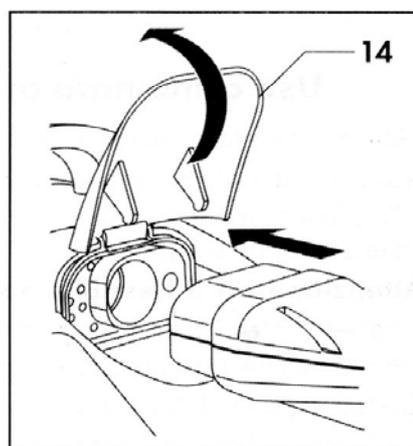

Fig. 5
- Aprire completamente lo sportello della presa accessori (14) ed inserire l'attacco rapido del tubo flessibile (19) nella presa posta sulla parte anteriore dell'apparecchio, premendo a fondo (**Fig. 5**).
- Chiudere lo sportello della presa accessori (14) sul corpo dell'attacco rapido assicurandosi che i due particolari si aggancino.
- Aprire completamente lo sportello della presa accessori (14) ed inserire l'attacco rapido del tubo flessibile (19) nella presa posta sulla parte anteriore dell'apparecchio, premendo a fondo (**Fig. 5**)